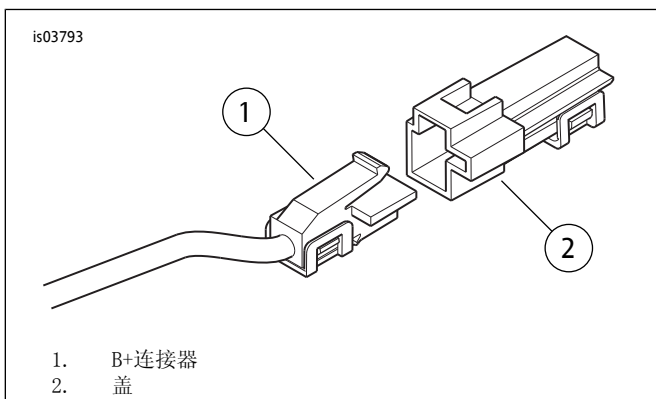

图6. B+连接器
11. 参见图6。在座椅下方找到主电气线束上的B+(电池正极)连接器(1) (带有未使用的灰色连接器的红色导线)。从B+连接器上拆下盖(2)。